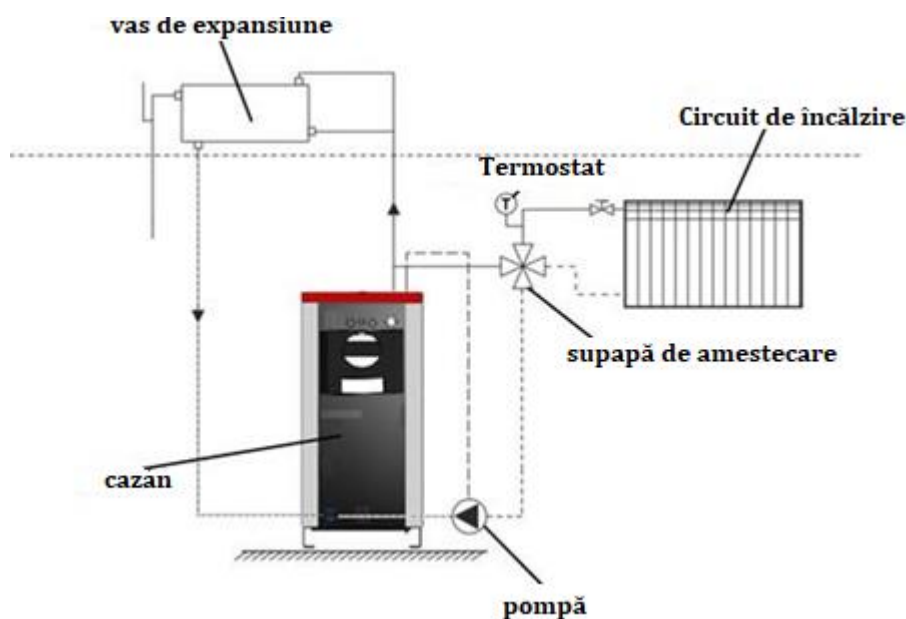

Figura 9. Schema de conectare a cazanului la un sistem de încălzire deschis
5. Închideți grătarul (figura 9) și ușa inferioară a cazanului,